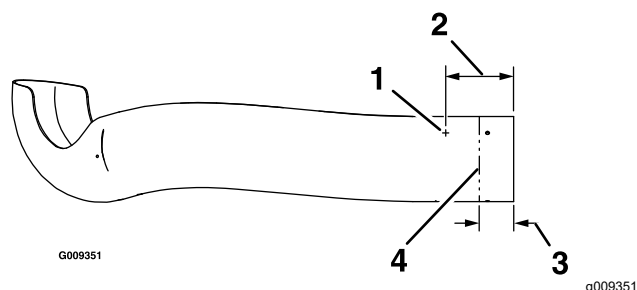

Figura 49
B. Praticate 3 fori (4,8 mm) come mostrato nella Figura 49
C. Misurate in 3 posizioni, da 76 a 89 mm dall'estremità del tubo, tracciate i segni e applicate nastro adesivo attorno al tubo come guida (Figura 49).
- A. Individuate i 3 fori nel tubo superiore. Misurate 152 mm a partire dall'estremità del tubo e segnate la posizione in tutte e 3 le zone (Figura 49).